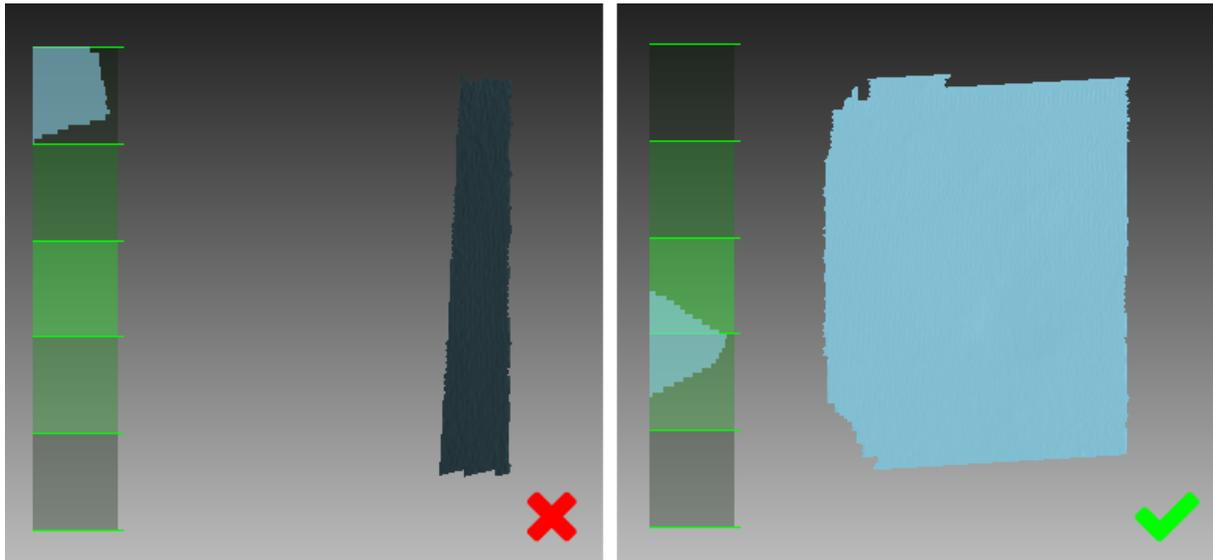

Abbildung 28: Scanner-Orientierung und rekonstruierte Flächen.
- Die Orientierung des Scanners so einhalten, dass das Sichtfeld ausreichend mit Flächen ausgefüllt ist (siehe Abb. 28)